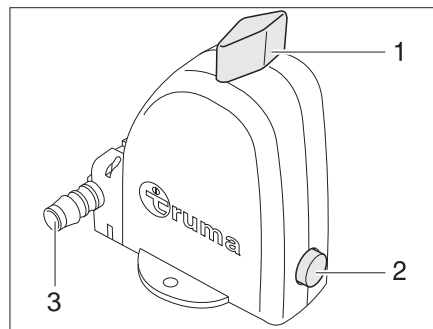

Fig. 211 Valve de sécurité et de vidange du chauffe-eau - Position de fonctionnement
Le chauffe-eau est équipé d'une valve de sécurité et de vidange (Fig. 211). La valve de sécurité et de vidange empêche que l'eau ne gèle dans le chauffe-eau lorsque le chauffage n'est pas allumé en cas de gel.
- ▷ Veiller à ce que la tubulure d'évacuation (Fig. 211,3) de la valve de sécurité et de vidange ne soit jamais obturée (p. ex. par des feuilles, du gel).
- Tourner le bouton rotatif (Fig. 211,1) de 90° parallèlement à la valve de sécurité et de vidange.
- Le bouton-poussoir (Fig. 211,2) ressort. Le chauffe-eau est vidé à l'extérieur via la tubulure d'évacuation (Fig. 211,3) de la valve de sécurité et de vidange.
- Tourner le bouton rotatif (Fig. 211,1) de 90° transversalement à la valve de sécurité et de vidange.
- Enfoncer le bouton-poussoir (Fig. 211,2).